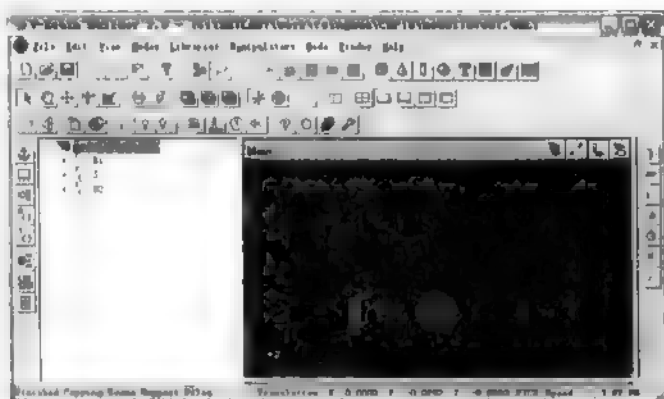

图 18.27 添加块体后的 V-Realm Builder 窗口
(5) 为了区分, 还需要设置颜色, 在 Material 节点下双击 diffusecolor 属性, 设置相应的颜色, 然后单击 OK 按钮。
(6) 单击 Transform 节点, 然后再单击, 名称就处于可编辑状态, 在这里输入 B1。
(7) 重复步骤(1)~(6), 其中步骤(3)在编辑框中输入-3, 步骤(6)在编辑框中输入 B2。结果如图 18.27 所示。